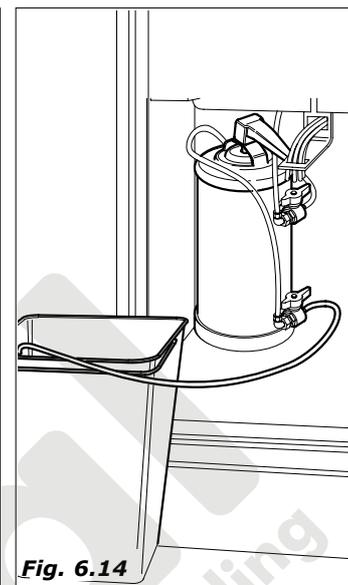

Fig. 6.14
- dejar circular el agua hasta que salga limpia (Fig.6.14)